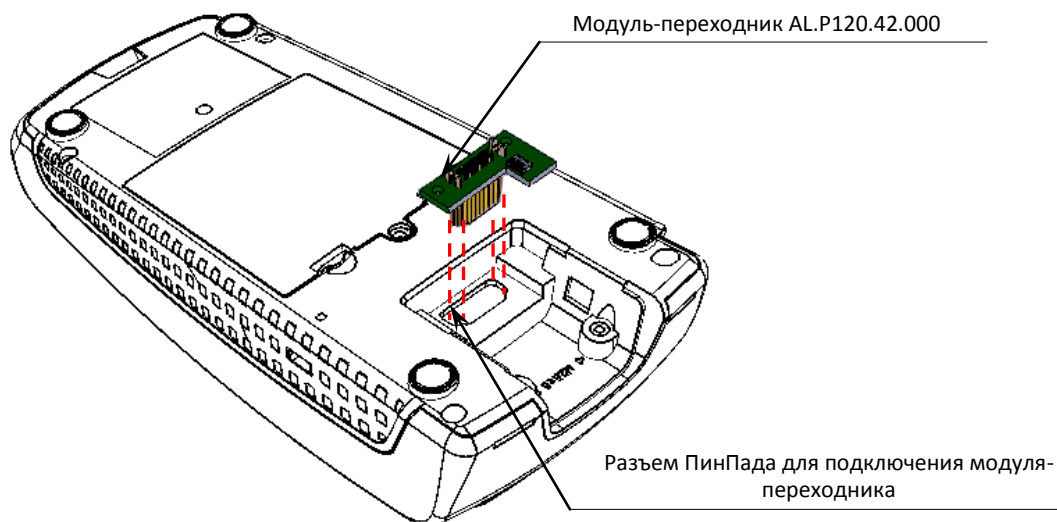

Рисунок 15. Отключение модуля-переходника AL.P120.42.000
1. Подключить к разъему ПинПада модуль-переходник AL.P120.42.000 – установить контакты разъема **XP1** модуля-переходника в разъем ПинПада (смотрите рисунок 15).